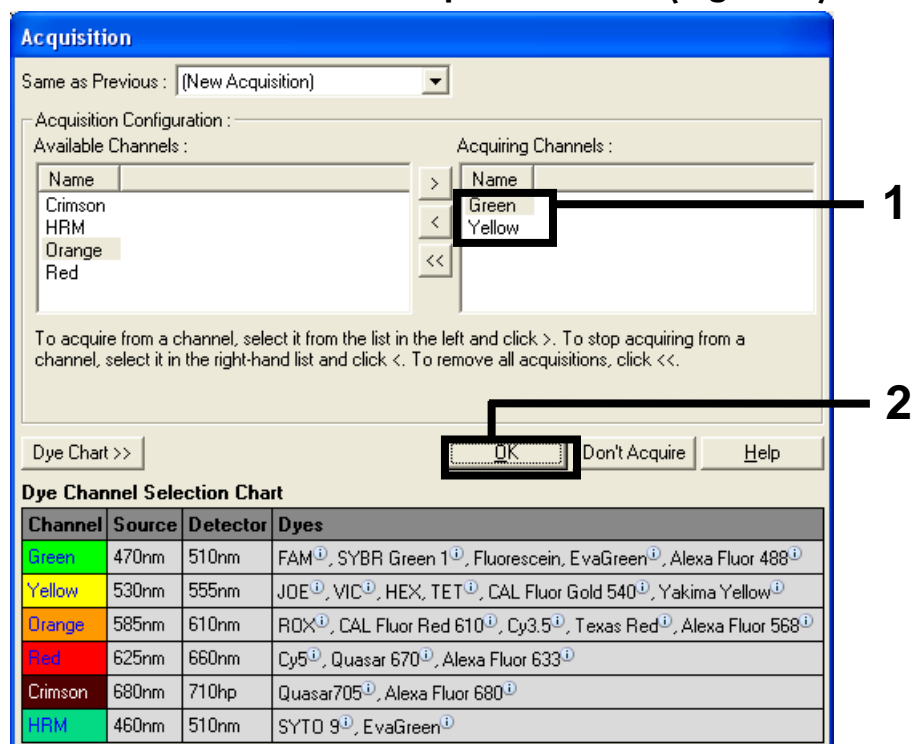

Figura 8. Aquisição de dados no passo de ciclagem de 60 °C.
11. Defina Green e Yellow como os canais de aquisição, seleccionando o botão “>” para os transferir da lista de canais disponíveis “Available Channels”. Clique em “OK” (Figura 8).